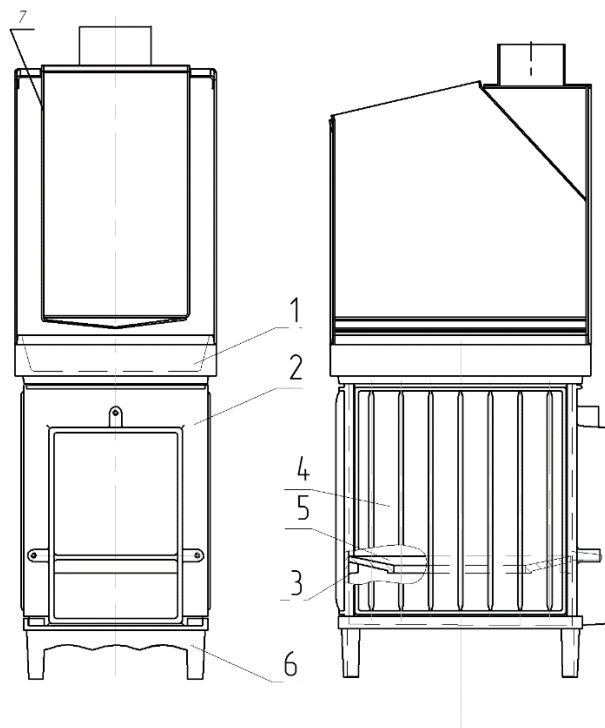

Рис. 2 Устройство печи Сударушка Руса Семейная» без декоративно-защитного ограждения и топочного тоннеля.
1.4.2 Конструкция печей Сударушка Руса Семейная представлены на рис. 2,3.
- поз.1 рис.2- Крышка
- поз.2 рис.2.-Стенка передняя
- поз.3 рис.2.-Стенка задняя
- поз.4 рис.2.-Панель боковая
- поз.5 рис.2.-Колосник
- поз.6 рис.2.-Основание
К передней стенке топочного агрегата пристыкован комбинированный топочный тоннель (на рис.2 не показан). На крышке топочного агрегата размещена емкость для камней поз.7 рис.2., выполненная из жаропрочной нержавеющей стали толщ.3,0 мм